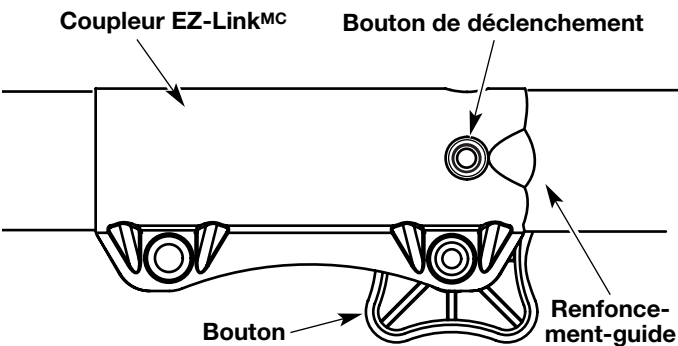

Fig. 14
1. Dévissez le bouton vers la gauche (Fig. 14).
2. Appuyez sur le bouton de déclenchement et maintenez-le enfoncé (Fig. 14).
NOTE : aligner le bouton de déclenchement avec le renforcement-guide facilitera l'installation (Fig. 14).